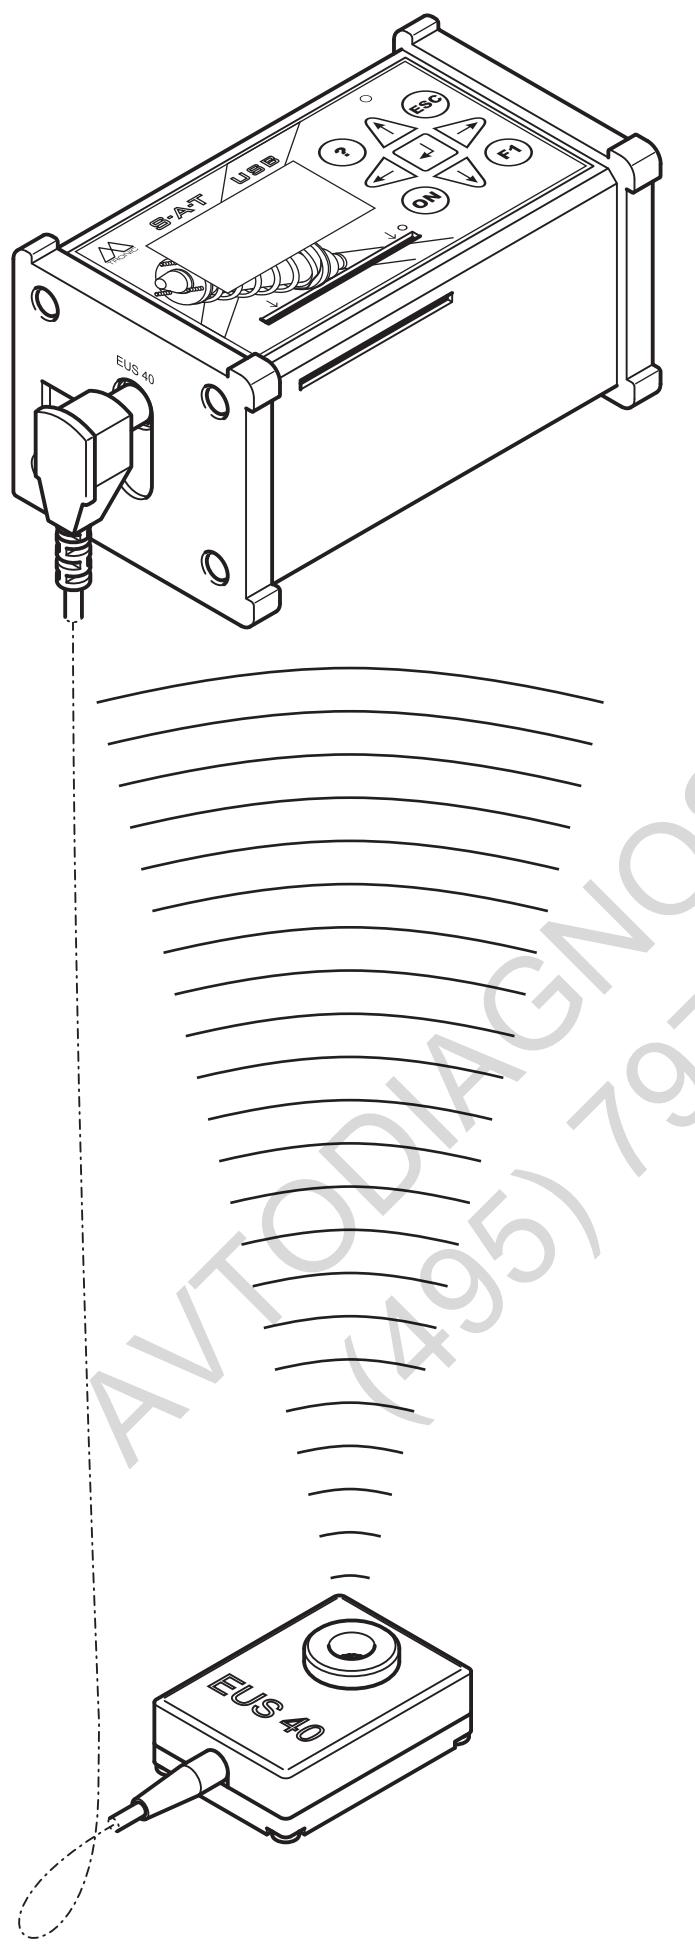

Рисунок 004
**3 Описание системы****(Рисунок 004)**